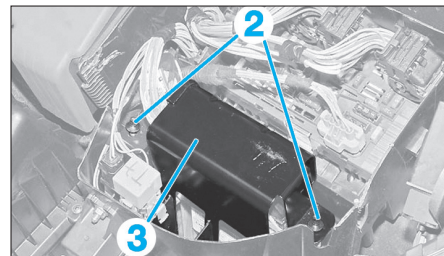

Fig. 52
- les vis autocassantes (2) puis la protection (3) (si équipé) (Fig.52),